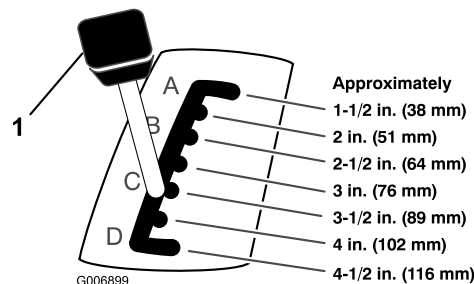

Figura 7
5. Tirate la leva di regolazione dell'altezza di taglio sul trattore e spostatela nella posizione desiderata (Figura 7).